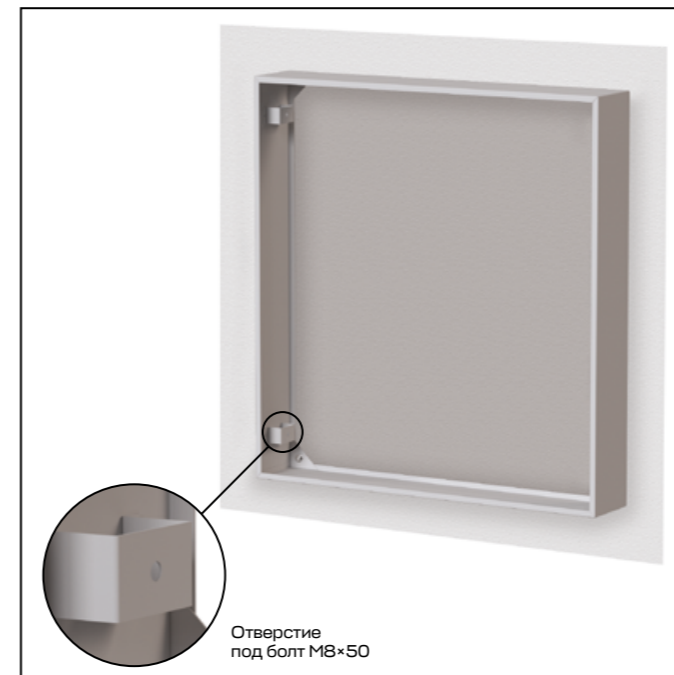

Рис. 23
3.1. С помощью строительных инструментов и приспособлений надежно закрепите Кожух щита этажного на стене (рис. 23).